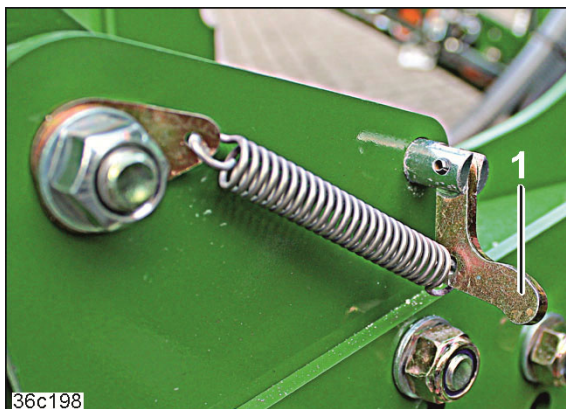

Fig. 202
3. Pivotați mânerul (Fig. 202/1) în jos.